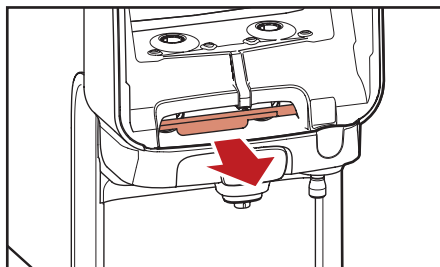

Рис. 5.3 - Натянуть красный рычаг
3. Натянуть красный рычаг для открытия отсека форсунок (рис. 5.3).
- a. Натянуть красный рычаг для открытия отсека форсунок (рис. 5.3).